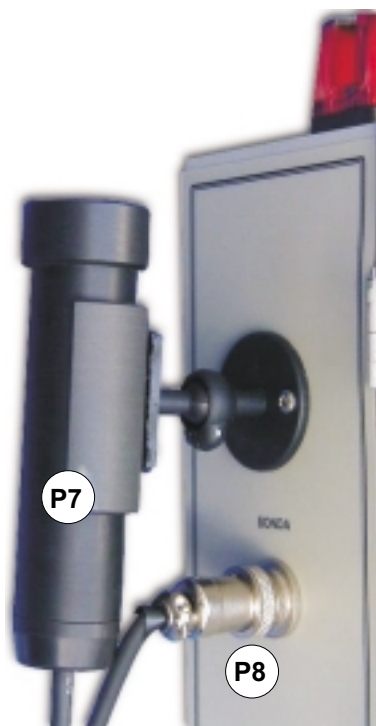

FIGURA 3.7 - FOTO DO ALERT MOSTRANDO A SONDA ENCAIXADA NO SUPORTE E O CABO CONECTADO À UNIDADE.
- P7 - Encaixe a sonda no braço do respectivo suporte (figura 3.7);